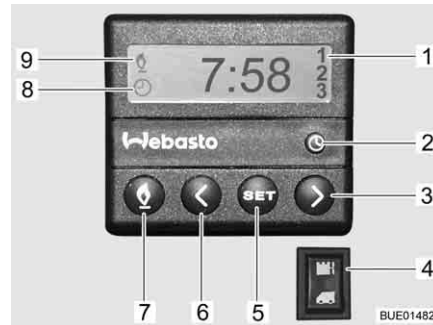

Fig. 135 Unité de commande pour le chauffage d'appoint
- Appuyer sur la touche (Fig. 135,7). Le mode chauffage est indiqué par le symbole (Fig. 135,9). Le ventilateur ne s'allume que quand la température de l'eau de refroidissement atteint 30 °C.
- Appuyer sur la touche (Fig. 135,7). Le symbole (Fig. 135,9) s'éteint.
- Appuyer sur le bas de l'interrupteur (Fig. 135,4). Le moteur est préchauffé. Le ventilateur est immédiatement allumé.
- Appuyer sur le haut de l'interrupteur (Fig. 135,4). Le moteur reste froid.
- Appuyer sur la touche (Fig. 135,2). Le menu réglage de l'heure est indiqué par le symbole (Fig. 135,8).
- Régler l'heure avec les touches (Fig. 135,3 et 6).
- Appuyer sur la touche (Fig. 135,5).
- Régler le temps de démarrage dans les 10 secondes qui suivent avec les touches (Fig. 135,3 et 6).
- Appuyer plusieurs fois sur la touche (Fig. 135,5) jusqu'à ce que le numéro de programme désiré (Fig. 135,1) apparaisse sur l'écran.